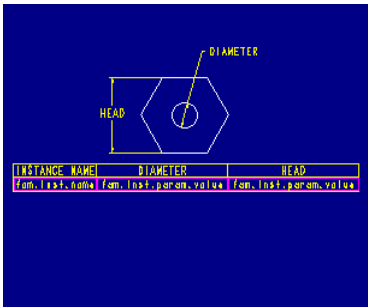

Abbildung 3
- In der unteren linken Zelle geben Sie den Parameter **fam.inst.name** ein. In die beiden anderen Zellen der zweiten Reihe geben Sie die Parameter **fam.inst.param.wert** ein (siehe Abbildung 3).